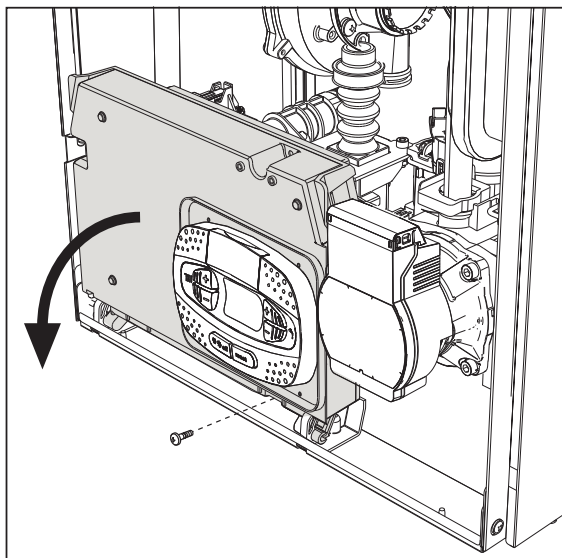
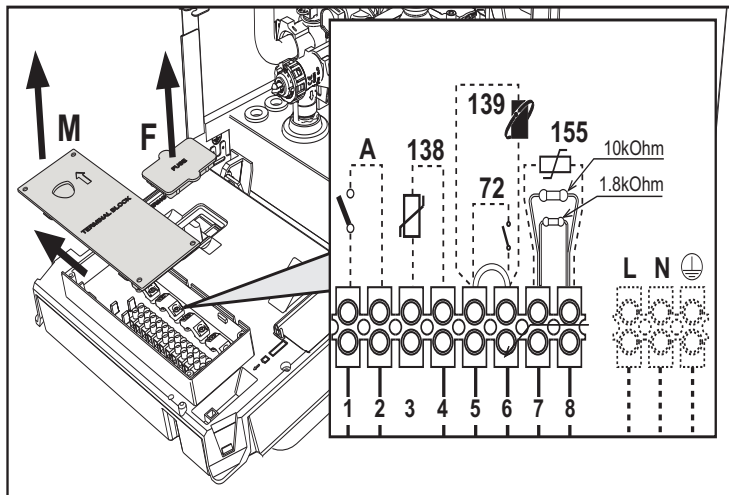

fig. 20
fig. 21
Dopo aver tolto il pannello frontale ( \*\*\* 'Apertura del pannello frontale' on page 33 \*\*\* ) è possibile accedere alla morsettiera (M) e al fusibile (F) seguendo le indicazioni descritte di seguito (fig. 20 e fig. 21). **I morsetti indicati nella fig. 21 devono essere a contatti puliti (non 230V).** La disposizione dei morsetti per i diversi allacciamenti è riportata anche nello schema elettrico alla fig. 58.
### Configurazione Interruttore ON/OFF (A fig. 21)